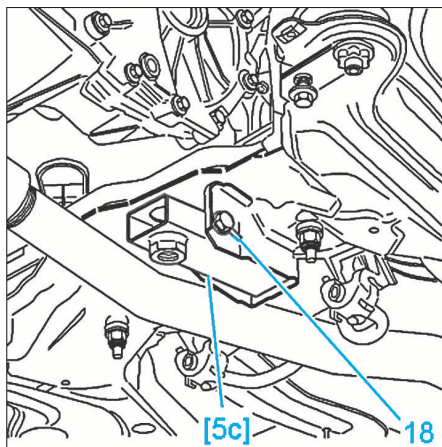

FIG. 9
- Positionner la barre transversale [5b] sur les pinces [5a] et le support [5c] en lieu et place de la biellette anticouple (Fig.9).